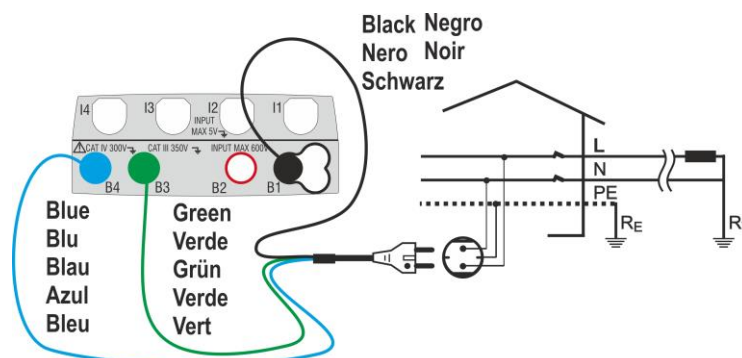
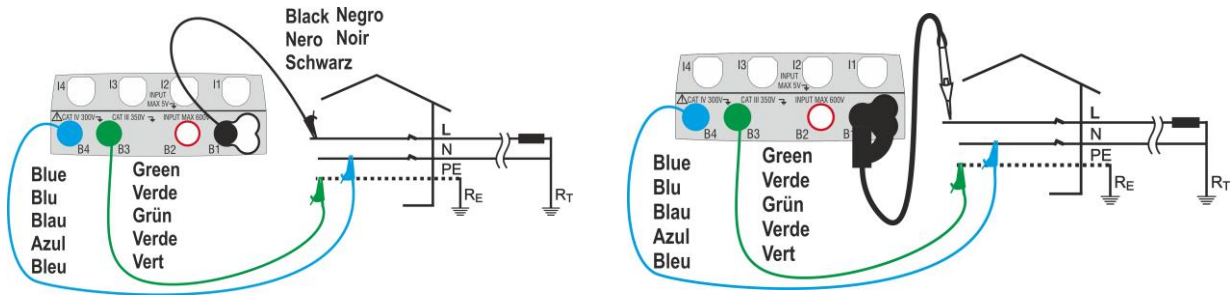
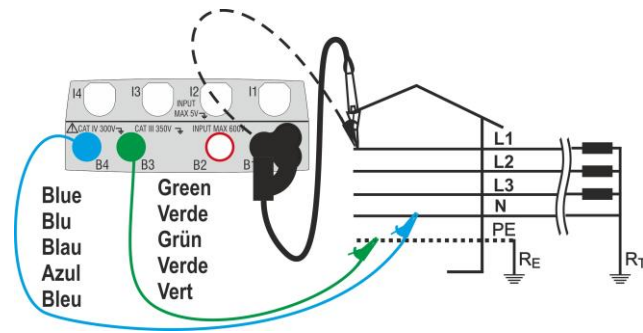
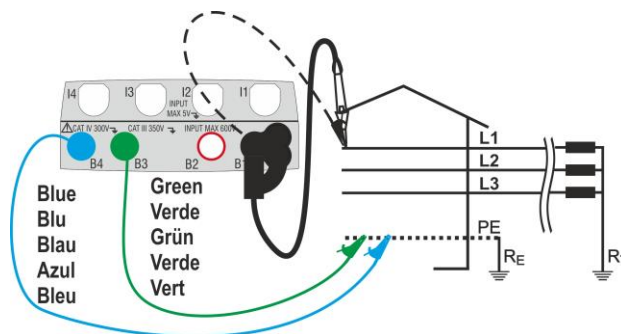

Fig. 17: Misura L-N/L-PE in impianti monofase/bifase 230V tramite spina shuko
Fig. 18: Misura L-N/L-PE in impianti monofase/bifase con cavi e puntale remoto
Fig. 19: Misura L-N/L-PE in impianti trifase con cavi singoli e puntale remoto
Fig. 21: Misura L-PE/L-N in impianti trifase 3 fili (no N) con cavi singoli e puntale remoto
4. Connettere la spina shuko, i coccodrilli od il puntale remoto alla rete elettrica in accordo alle Fig. 17, Fig. 18, Fig. 19 e Fig. 21
4. Scollegare, quando possibile, tutti i carichi connessi a valle del punto di misura in quanto l'impedenza dei suddetti utilizzatori potrebbe influenzare i risultati della prova. Connettere la spina shuko, i coccodrilli od il puntale remoto alla rete elettrica in accordo alle Fig. 17, Fig. 18, Fig. 19 e Fig. 21 nel punto più vicino possibile alla protezione in esame